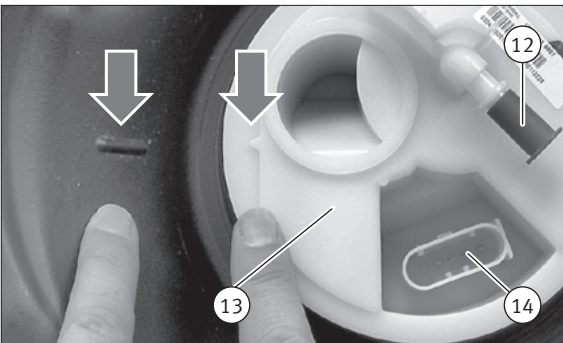
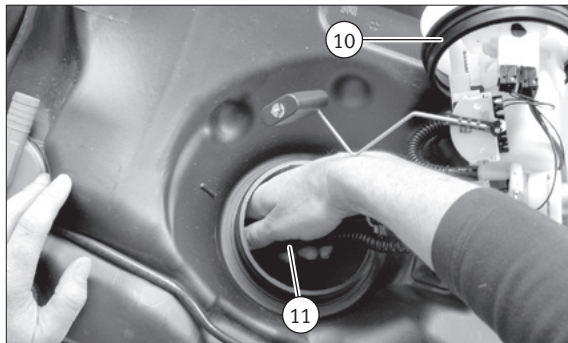

Abb. 9/Fig. 9/Puc. 9/图9
Abb. 8/Fig. 8/Puc. 8/图8
- 解锁并拔下法兰盖 (13) 上电气接头的插头 (14) (图 9)。
- 松开法兰盖 (13) 上输油管快速连接器 (12)。
- 妥善保管密封环 (10) (图 8)。
- 将密封环 (10) 装入开口。
- 将燃油和电气管线 (11) 连同燃油输送模块穿过狭窄的通道置于油箱另一侧 (图 8)。
- 根据制造商的规定固定法兰盖 (13)。此时要注意标记 (图 9)。